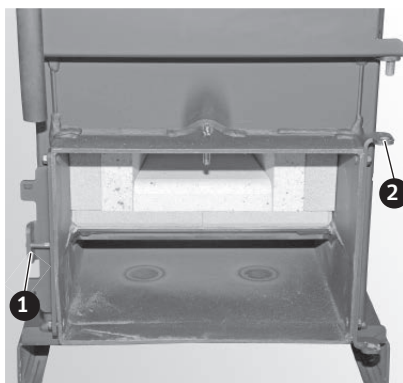

Fig. 35 Sportello cenere: invertire supporto dello sportello e supporto di chiusura
- ▶ Svitare il supporto sportello e il supporto di chiusura dal corpo della caldaia e riavvitarli insieme dopo averli invertiti – Fig. 34, Fig. 35.